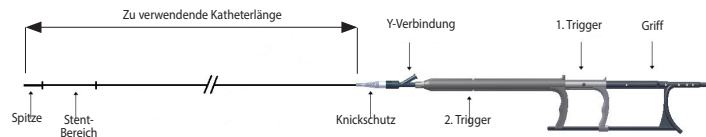

Abbildung 1 – Stent-System
- Ein Stent-System, wie in Abbildung 1 gezeigt, ist Bestandteil eines inneren Röhrengefüges, welches den Führungsdraht, eine Einführhülse und eine Hülse zur Systemstabilität enthält, die durch einen Griff miteinander verbunden sind. Der Führungsdraht endet distal in einer atraumatischen Einführkatheterspitze und stammt aus einem Luer-Hub, der für kompatible Führungsdrähte entwickelt wurde.